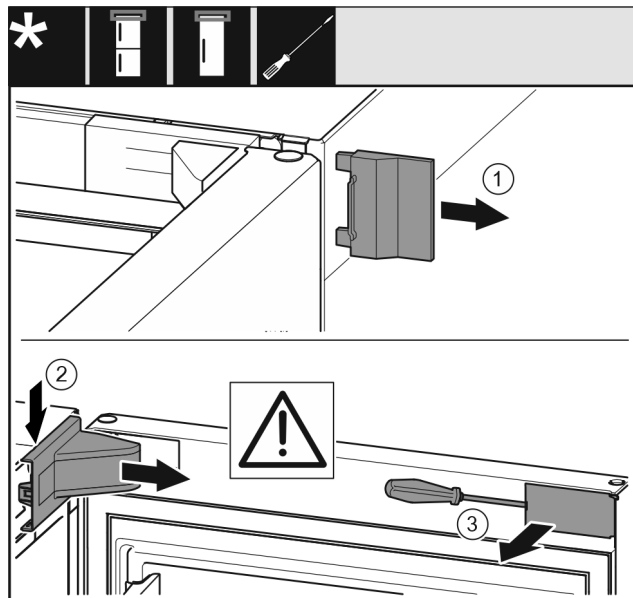

Fig. 8
- ▶ Свалете външния капак. Fig. 8 (1)
- ▶ Освободете и развийте капака на лагерната стойка. Свалете капака на лагерната стойка. Fig. 8 (2)
- ▶ Освободете капачката с плоска отвертка и я завъртете настрана. Fig. 8 (3)